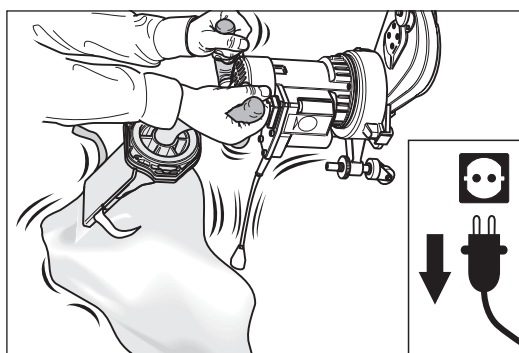

Fig. 14 Eche los restos de polvo en el saco colector de polvo, agitándolo.
- 4 Agite el resto de polvo hacia la bolsa antes de vaciarla (Fig. 14).